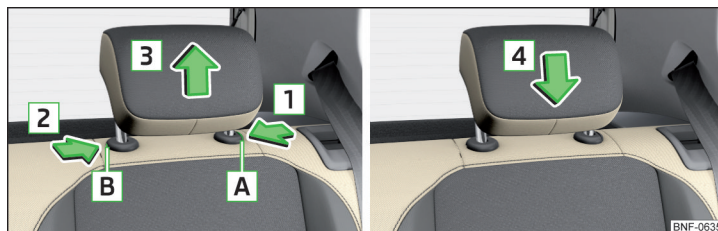

Fig. 56 Estrazione/inserimento del poggiatesta posteriore
- Tenere premuto il tasto di sicurezza **A** in direzione della freccia **1**, contemporaneamente premere con la chiave del veicolo il tasto di sicurezza nell'apertura **B** in direzione della freccia **2** ed estrarre il poggiatesta in direzione della freccia **3** » fig. 56.